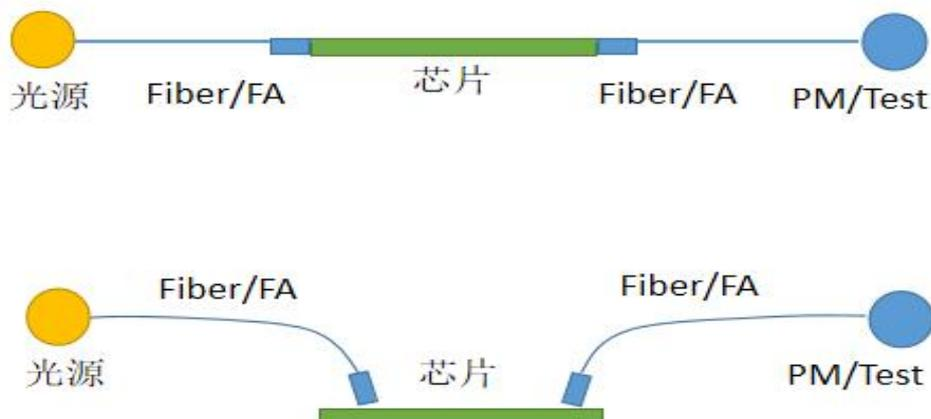

图 4
- 将光功率计移开，输入端不动，微调输出端 XYZ，输出端光纤接上光功率计。然后反复微调整输出端，使得光功率不断接近去除 CHIP 芯片的光损耗最佳值。直至调节任意一轴光功率都会变差为止，此时系统处于光功率最佳位置（相对接近真实值），且输入与输出端与 CHIP 芯片基本耦合完成入如图 4 所示。